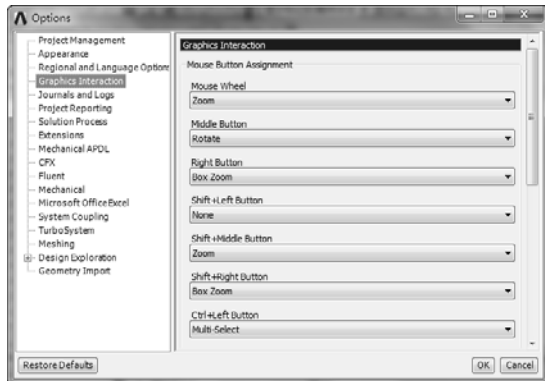

图 1-14 【Graphics Interaction】选项卡
- ✧ 【Graphics Interaction】选项卡：用于设置鼠标对图形的操作，如平移、旋转、放大、缩小等，如图 1-14 所示。